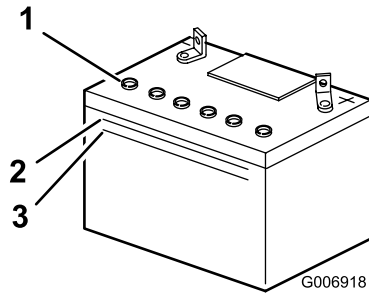

Figura 26
2. Mire hacia el lateral de la batería. El electrolito debe llegar a la línea superior (Figura 26).
Nota: No permita que el electrolito esté por debajo de la línea inferior (Figura 26).
3. Retire los tapones de ventilación de la batería (Figura 26).
4. Vierta lentamente agua destilada en cada célula de la batería hasta que el nivel de electrolito llegue a la línea superior (Figura 26) de la caja de la batería.
5. Espere de cinco a diez minutos después de llenar las células de la batería. Añada agua destilada, si es necesario, hasta que el nivel de electrolito llegue a la línea superior (Figura 26) de la caja de la batería.